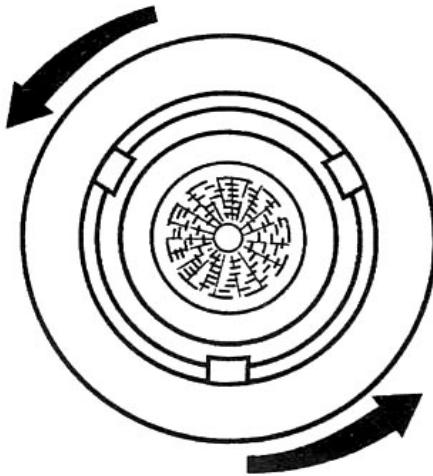

Рис. 7
2. Отверните декоративную накладку (рис. 7) и снимите прозрачное стекло, предварительно вывернув 6 винтов, которыми она крепится к светильнику.